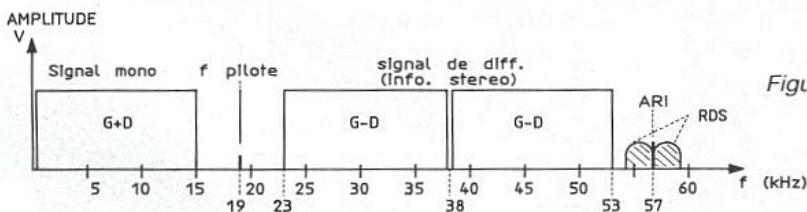

Figure 1
Pour comprendre le fonctionnement du R.D.S., il faut connaître le principe de modulation des émissions FM stéréo. La porteuse FM (la "fréquence FM") est modulée en fréquence (FM) par le signal MULTIPLEX. Ce signal contient la voie de gauche, de droite, le signal ARI en Allemagne, et maintenant le signal R.D.S. (figure 1).